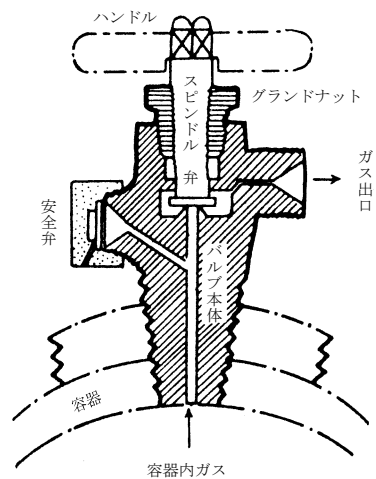

図7 バルブ略図
- c) バルブの構造の一例を図7に示す。ガスの出口のねじは左ねじの場合と右ねじの場合とがあるから注意すること。